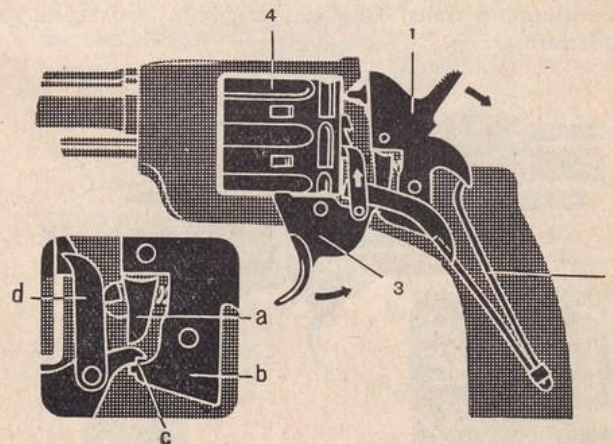

Fig. 6
(les chiffres et lettres dans le texte se rapportent (aux fig. 6—10)
(Fig. 6, 7 et 8)
La Fig. 6 montre l'appareil de percussion et de détente désassuré, et désarmé. La porte de charge est fermée. Le ressort de percussion (2) appuie sur la partie postérieure de la détente (3), au-dessus du cran, de sorte que le tenon antérieur de la détente pénètre dans l'une des encoches du barillet (4) et le bloque.
Pour que le mécanisme puisse fonctionner de nouveau et que le coup suivant puisse partir, il faut relâcher la détente. A ce moment, grâce au ressort de percussion, le bec de la détente (c) glisse le long de la gâchette (a) et s'engage entre celle-ci et la partie inférieure du chien (b). La partie inférieure du ressort de percussion repousse le chien suffisamment en arrière, pour que la pointe du percuteur ne touche pas le culot de la cartouche (voir Fig. 6). Le poussoir (d) glisse et s'engage dans l'encoche suivante de la roue à rochet.
(Fig. 6, 8 et 9)
La Fig. 6 montre le revolver désassuré et désarmé.